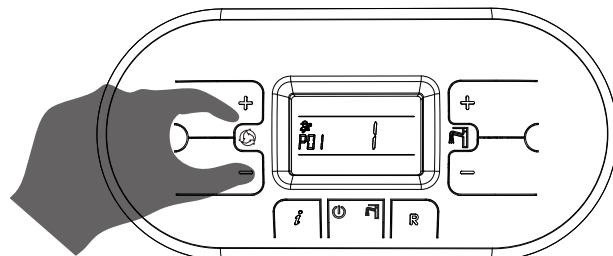

fig. 34
- › Une fois le réglage terminé, serrer la vis de protection 'A' (fig. 34) sur le régulateur réglé sur Off.